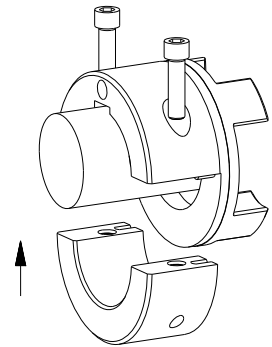

Bild 8
- Positionieren Sie die Halbschalen zum Nabengrundkörper aus (siehe Bild 8). Drehen Sie die Zylinderschrauben einige Gewindgänge ein.